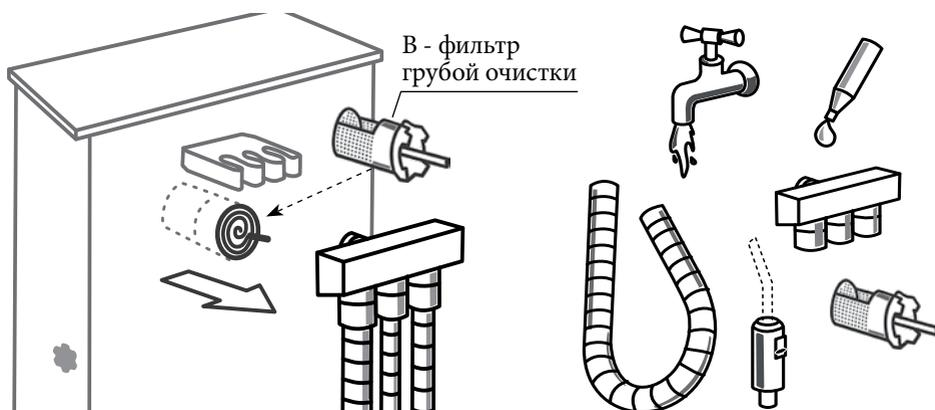

Рис. 4 Очистка аспирационной системы
- отключите устройство, выньте шланги из коллектора, отстыкуйте коллектор от корпуса аспиратора – вы увидите основание фильтра (В) (см. рис. 4);